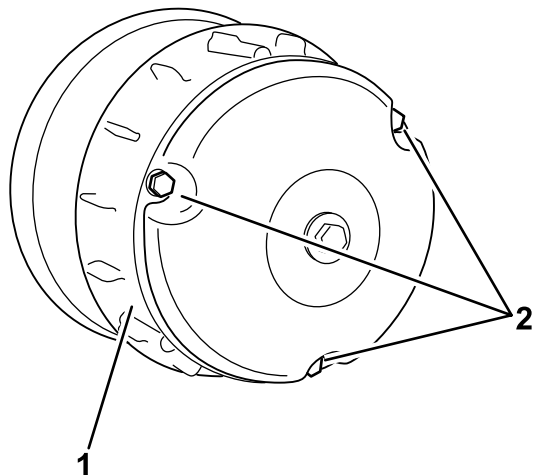

図 63
- クラッチカバーのボルト3本を外してカバーを取る (図 63)。
- クラッチカバーを元通りに取り付けて、ボルト3本 図 63 さきほど2で外したもので固定する。